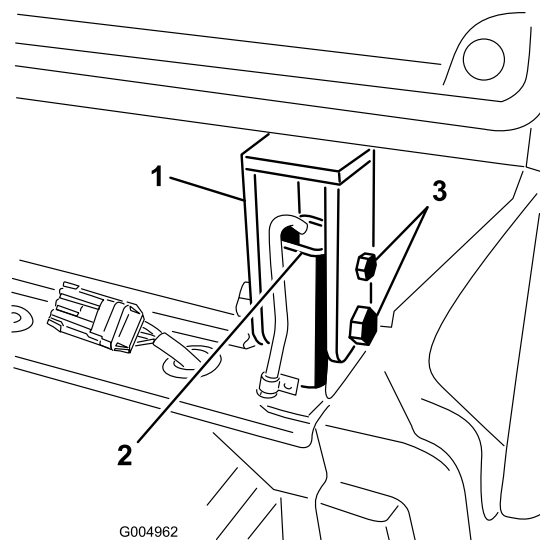

図 81
32. 後キャブマウントをROPSポストに固定しているボルトとナットを外す 図 81。